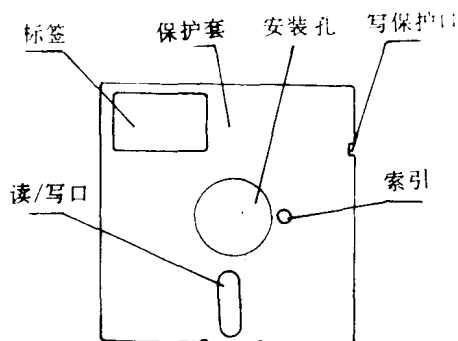
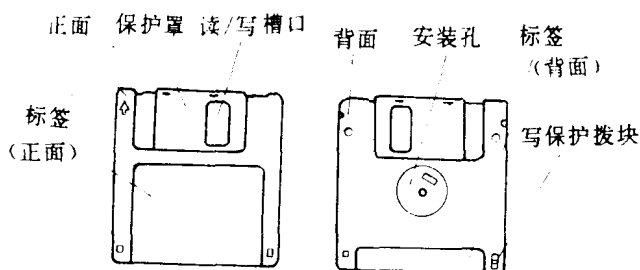

图1-3 5英寸软盘片
图1-4 3英寸软盘片
1. 软磁盘 由软盘片、软盘驱动器、适配卡三部分组成,存储容量为几百K到几M字节。软盘片用于存放信息;软盘驱动器是安装和读写软盘片的机电磁一体化部件,通过其上的读写磁头与盘片交换信息完成磁、电和电、磁转换及读、写控制功能,软盘驱动器在进行读写操作时,磁头与盘片是相接触的,从而提高了读写信号的分辨率,降低了磁盘对环境的要求;软盘适配器又称适配卡,它是软盘驱动器与主机板之间的接口。微机常用的软盘片有5英寸和3英寸之分(见图1-3、图1-4),5英寸软盘片按容量大小又分为低密盘片(容量为360KB)、高密盘片(容量为1.2MB)。3英寸盘片按容量大小分为1.44MB和2.88MB,不同软盘片对应相应的软盘驱动器。